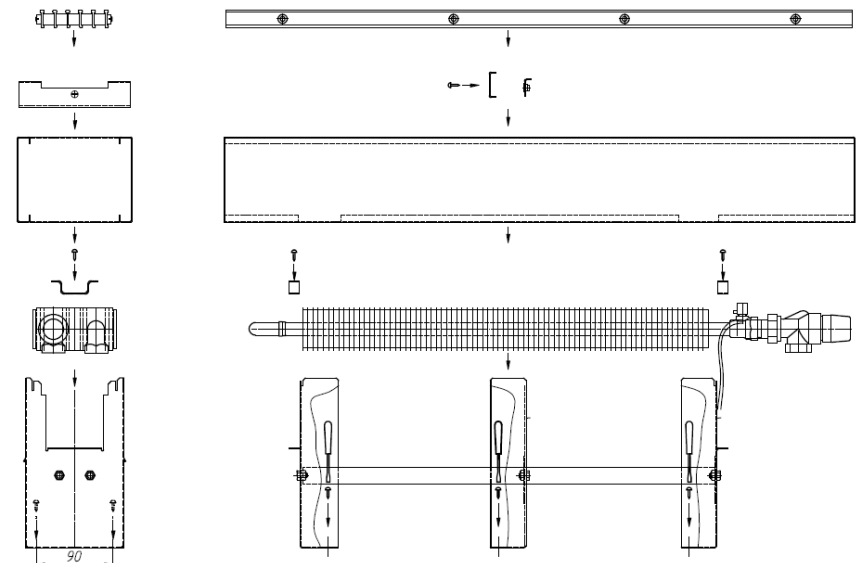

Рис.7
В напольном варианте закрепить опоры шурупами (рис. 7).
Установить тепловой элемент на опоры. Зафиксировать скобами. Выполнить соединение штуцеров конвектора с подводящим и отводящим трубопроводами. Чтобы исключить сворачивание медных труб конвектора при соединении необходимо ключом удерживать шестигранныки штуцеров нагревательного элемента (рис.7, 8б).
- 5.8. Навесить кожух обратно на опоры, не фиксируя в опорах (рис.7, 8в).